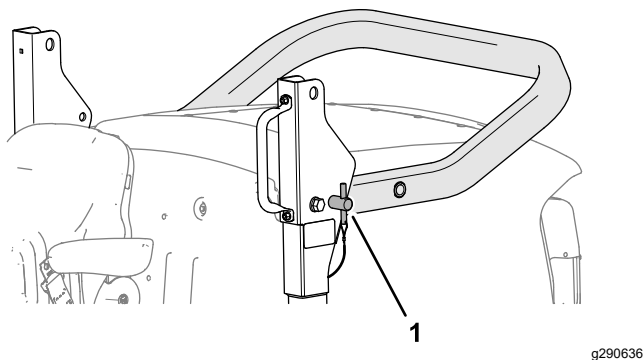

Figura 22
2. Rimuovete i perni del roll bar dalle staffe orientabili (Figura 22).